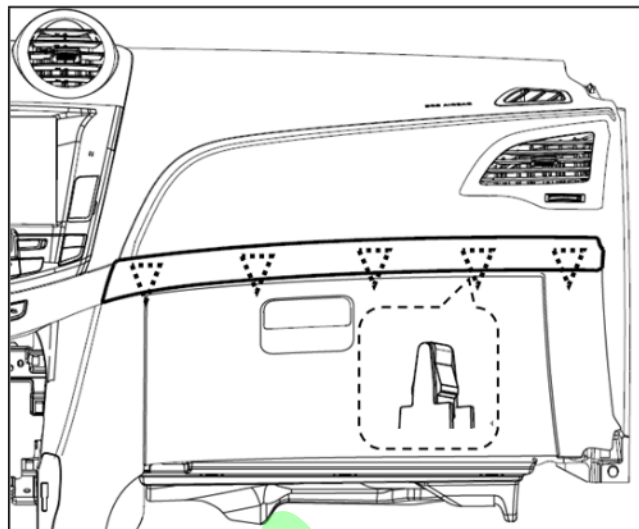

图1-1-8-1仪表板右饰条安装结构示意图
- (2) 用头部缠绕柔性胶带（或其它柔性产品）的一字螺丝刀小心撬起图1-1-8-1所示的五个卡扣安装点；